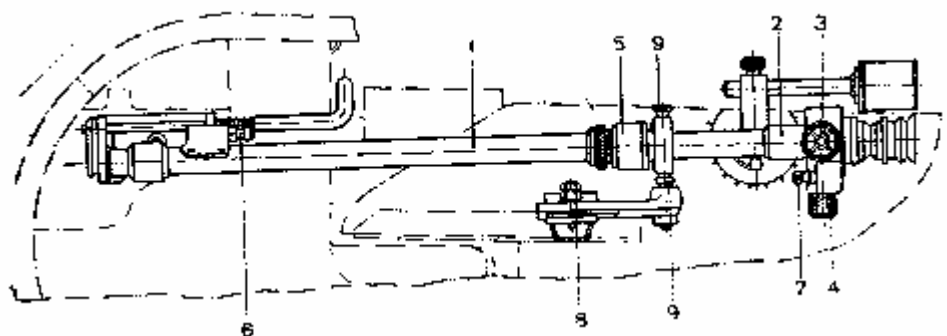
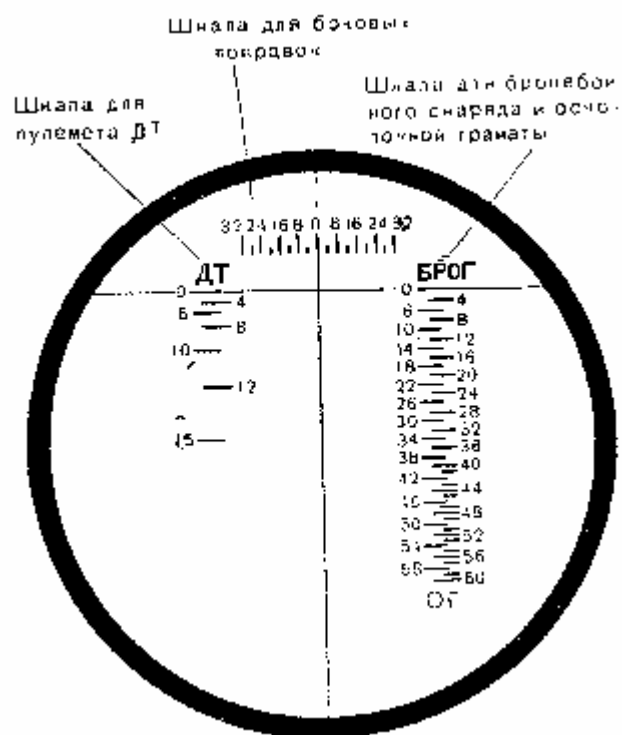

Рис. 183. Телескопический прицел 10Т-15:
Рис.184. Вид поля зрения прицела 10Т-15 при нулевых установках шкал
Прицел 10Т-15 (рис. 183) представляет собой прямую телескопическую трубу, установленную в двух кронштейнах. К трубе жёстко прикреплен корпус 2 прицела. В поле зрения прицела имеются следующие шкалы (рис. 184):
- 5) Вращая маховички 3 и 4 прицела (рис. 183), установить горизонтальную нить перекрестия прицела на нулевые деления шкалы дальностей, а вертикальную нить — на нулевое деление шкалы боковых поправок; проверять установку через прицел.
Если центр перекрестия прицельных нитей не совпадает с точкой наводки, то, не сбивая установки ствола, ослабить болт 8 (рис. 183), закрепляющий поперечный ползун, и, легко ударя деревянной колотушкой по ползуну, передвинуть его (вправо или влево) так, чтобы вертикальная нить перекрестия совместились с точкой наводки. Затем, вращая гайки 9 заднего кронштейна прицела, передвинуть кронштейн вверх или вниз, для того чтобы горизонтальная нить перекрестия совместились с точкой наводки.